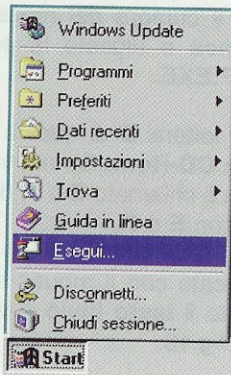

Fig.11 Cliccando sul tasto Start o Avvio compare a video questa finestra. Col cursore andate sulla riga Esegui poi cliccate.
- Portate il cursore sul pulsante START o AVVIO che trovate in basso, a sinistra dello schermo, poi cliccate e a video si aprirà una finestra simile a quella di fig.11.